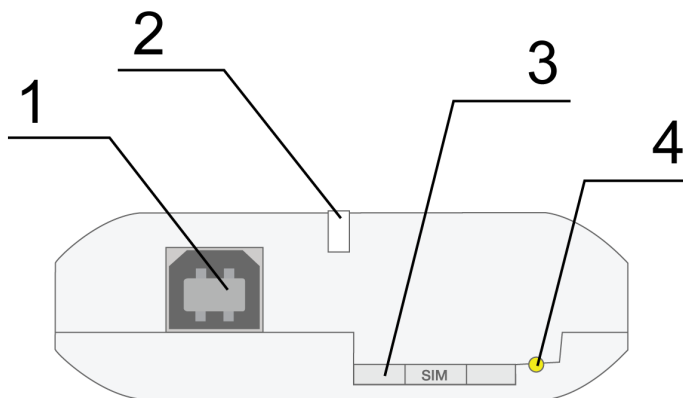
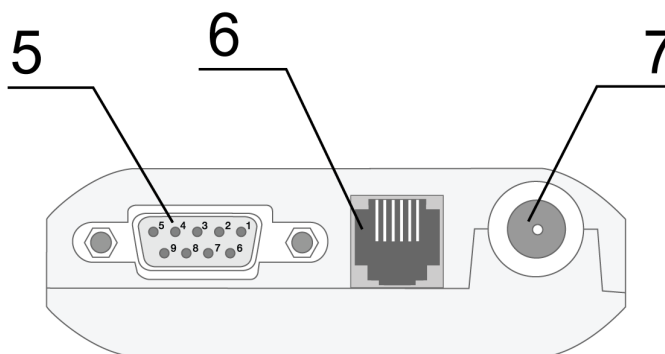

Рис. 2.1. Вид спереди
Рис. 2.2. Вид сзади
| Рис. 2.1. Вид спереди | 7 |
| Рис. 2.2. Вид сзади..... | 7 |
Модем TC65 Lite представляет собой компактное устройство, выполненное в пластмассовом корпусе. Внешний вид представлен на рис. 2.1 и рис. 2.2:
- вынуть SIM-лоток, нажав кнопку выталкивателя SIM-лотка (рис. 2.1);